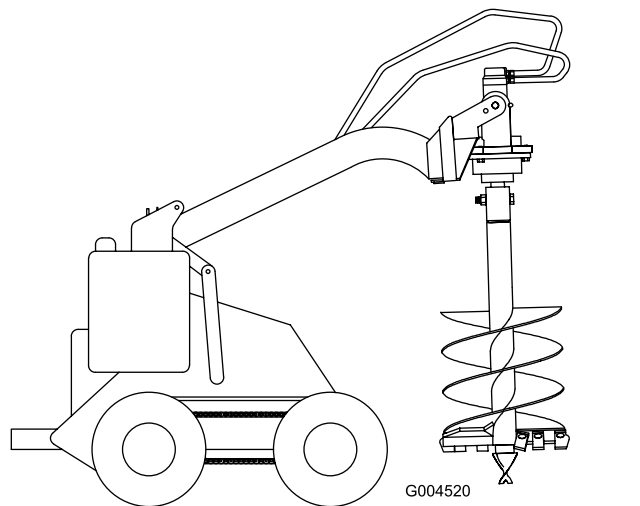

Рисунок 9
13. Приподнимите шнек с земли (Рисунок 9).
- Установив шнек в вертикальное положение, наклоните пластину навесного оборудования назад, до контакта приводной головки с пластиной навесного оборудования, чтобы стабилизировать шнек и предотвратить его свободное раскачивание (Рисунок 9).
- Поднимите шнек так, чтобы он не касался земли и находился в вертикальном положении (Рисунок 9).